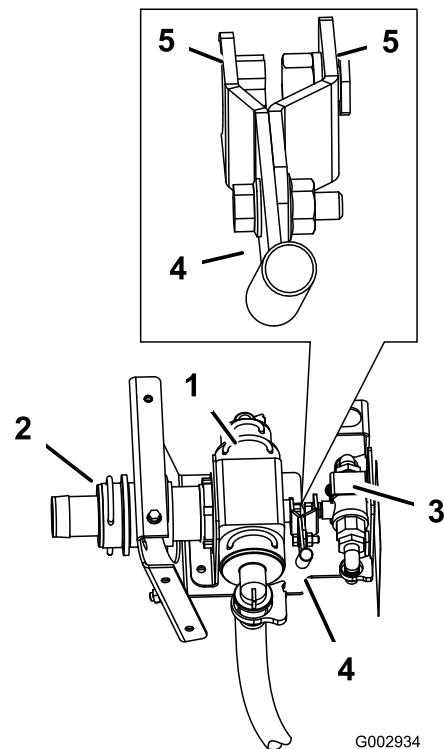

Figura 41
2. Ligue a extremidade do conjunto da alavanca existente no conjunto da válvula de esfera pequena, ao conjunto da válvula de controlo (Figura 41).